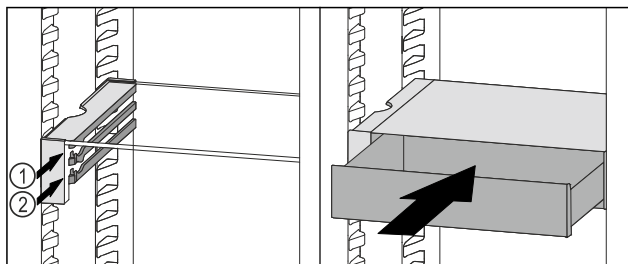

Fig. 140
- ▶ Stavite ladicu VarioSafe ukoso iza zaustavljača na željeni žlijeb Fig. 140 (1) ili Fig. 140 (2).